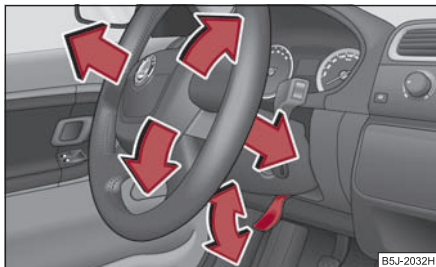

Fig. 118 Volant réglable:
- Tirez la manette sous la colonne de direction ⇒ fig. 118 vers le bas ⇒ .